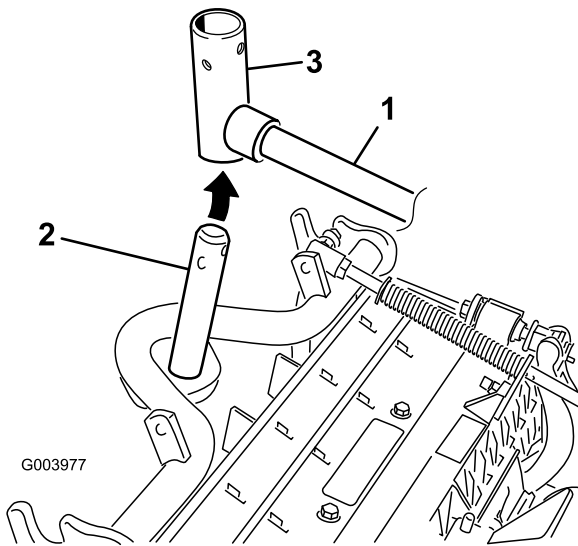

Bild 11
8. Frontmähwerke: Schieben Sie ein Mähwerk unter den Hubarm und schieben Sie gleichzeitig den Trägerrahmenschaft in das Gelenkjoch des Hubarms (Bild 11).
- B. Setzen Sie das Hubarmjoch in den Trägerrahmenschaft ein (Bild 11).